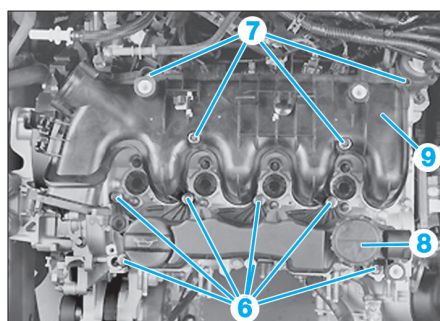

Fig. 70
- les 7 vis (6) (Fig.70) du séparateur d'huile,